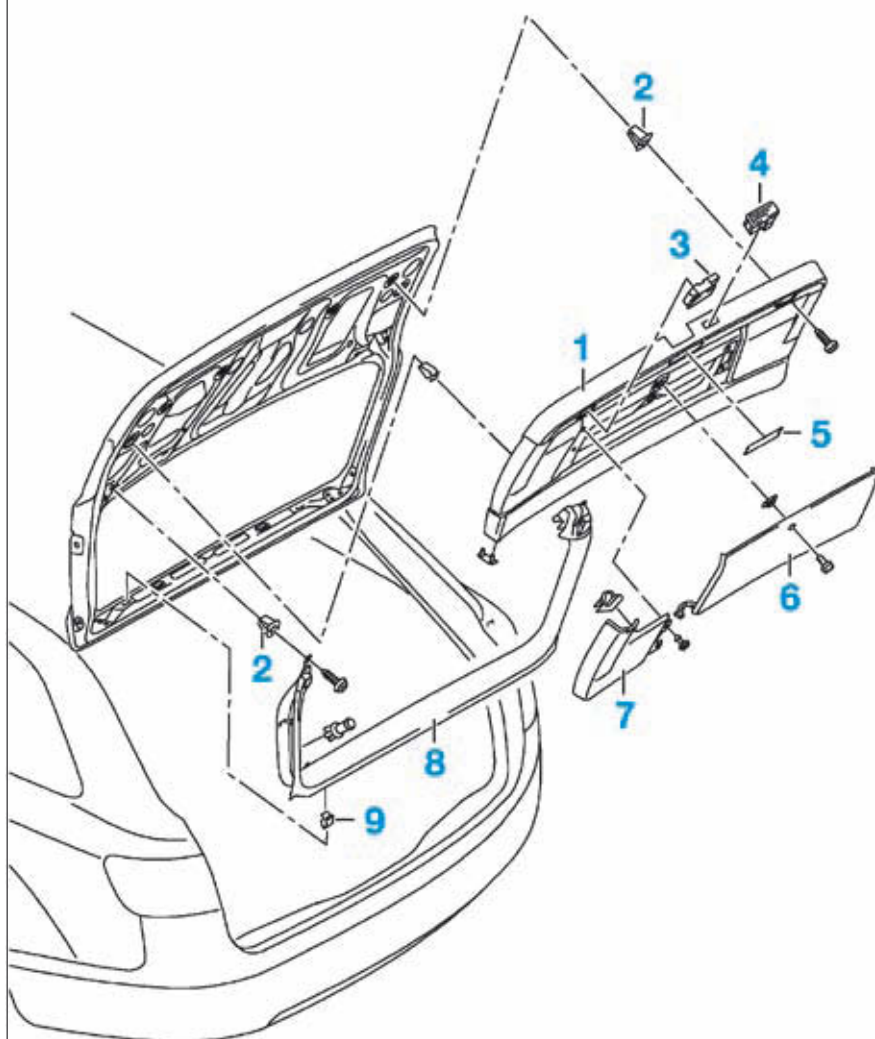

FIG. 48
- Dégraffer la garniture arrière (flèches) (Fig.48).